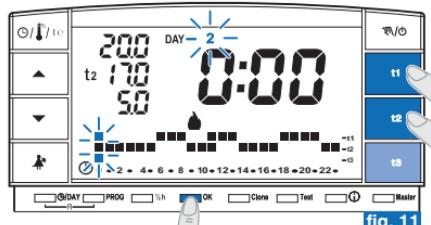

fig. 11
- Terminata la programmazione delle temperature per il giorno di **Lunedì**, riprogrammare in caso di errore, (*è possibile utilizzare i tasti **▲** **▼** per spostarsi velocemente sull'ora da riprogrammare sulla scala termica: l'ora corrispondente viene visualizzata sul display*) oppure premere il tasto **OK** per confermare il programma impostato. La conferma (**OK**) fisserà in memoria il programma impostato (per Lunedì) e sul display apparirà lampeggiante il giorno di **Martedì** (2) e lampeggianti i digit in corrispondenza dell'ora **0:00**, sovrapposti alla scala termica programmata per il giorno precedente (fig. 11).
- Se si desidera la stessa scala termica di Lunedì, premere il tasto **OK** (es. fig. 11): verrà inserita la stessa scala anche per **Martedì** e lampeggerà il giorno **3 di Mercoledì** e i digit in corrispondenza dell'ora **0:00**.